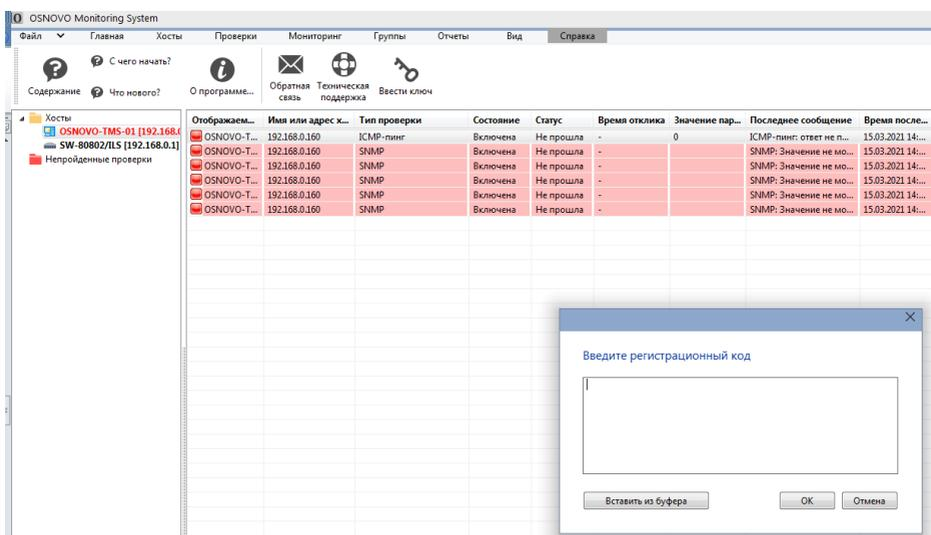

Рис. 14
- 3) Введите в появившееся поле ключ (он же регистрационный код) с клавиатуры или вставьте заранее скопированный в буфер ключ комбинацией Ctrl+V или кнопкой «Вставить из буфера» (рис. 14)